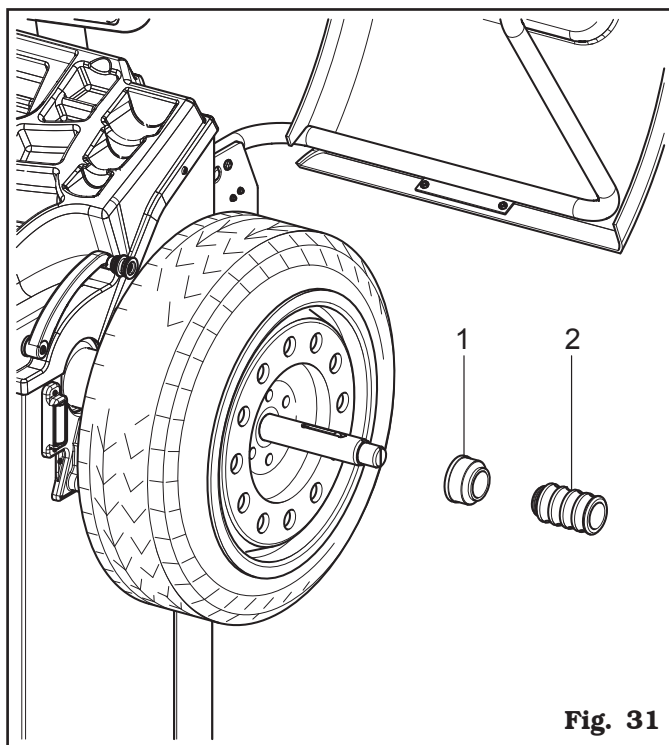

Fig. 31
4. Sätt i skyddshylsan (**Fig. 31 ref. 1**) i bussningen (**Fig. 31 ref. 2**) och för det hela mot hjulet.